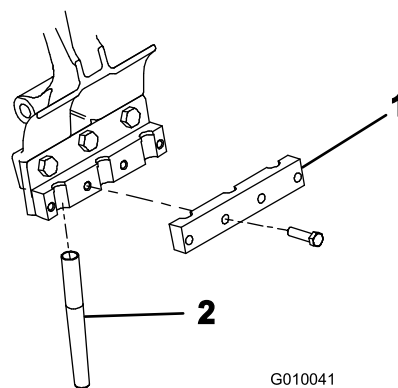

Figura 25
- Instale provisionalmente una abrazadera de taladros en cada portataladro con 4 pernos de $\frac{3}{8} \times 1\frac{1}{2}$ " (Figura 25). No apriete los pernos.